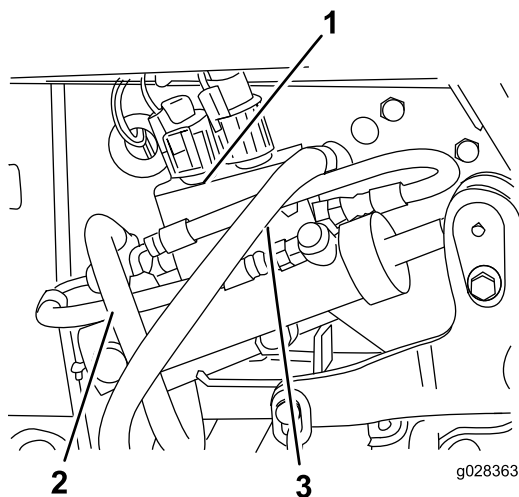

Figura 100
16. Desligue a mangueira do depósito da válvula de controlo (Figura 100).
19. Desligue a mangueira de pressão da válvula de controlo (Figura 100).